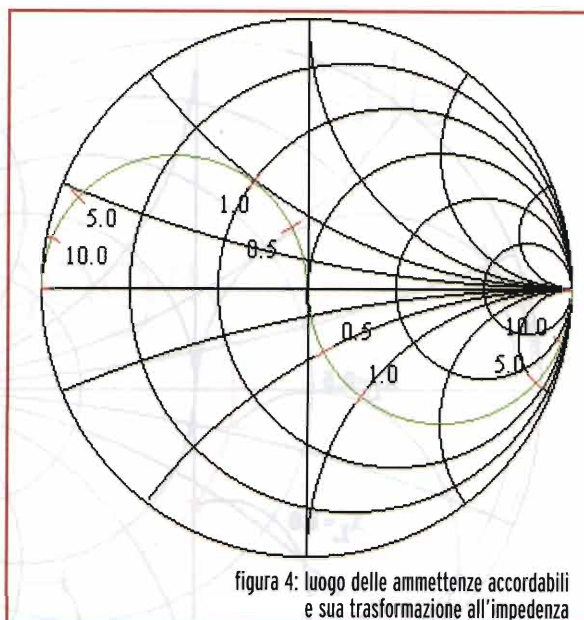

figura 4: luogo delle ammettenze accordabili e sua trasformazione all'impedenza
**Passo 4.** Accantonato per ora il foglio usato, si traccia su un nuovo foglio trasparente, con le stesse avvertenze di prima, il luogo delle ammettenze accordabili da C1, cioè quelle che, aggiungendo la suscettanza variabile di C1, possono essere riportate al centro della Carta di Smith, che rappresenta l'adattamento d'impedenza. Questo luogo è costituito da un arco del semicerchio negativo ad ammettenza unitaria, limitato dalle suscettanze massima e minima di C1, come evidenziato in figura 4. Anche per C1 valgono le considerazioni già fatte per le capacità massime e minime a proposito di C2.
Una volta scelta ed identificata la curva ottimale, dalla differenza di reattanza tra questa e le trasformazioni del generatore (**figura 4**) si ricava la reattanza normalizzata necessaria  $x_L$ , dalla quale si trova l'induttanza necessaria:  $L = x_L Z_g / (2\pi f)$
**Passo 1.** Si trova il luogo delle ammettenze adattabili al carico, come descritto al passo 4 della procedura precedente, quindi si trasforma alle impedenze come descritto al passo 5 (figura 4).